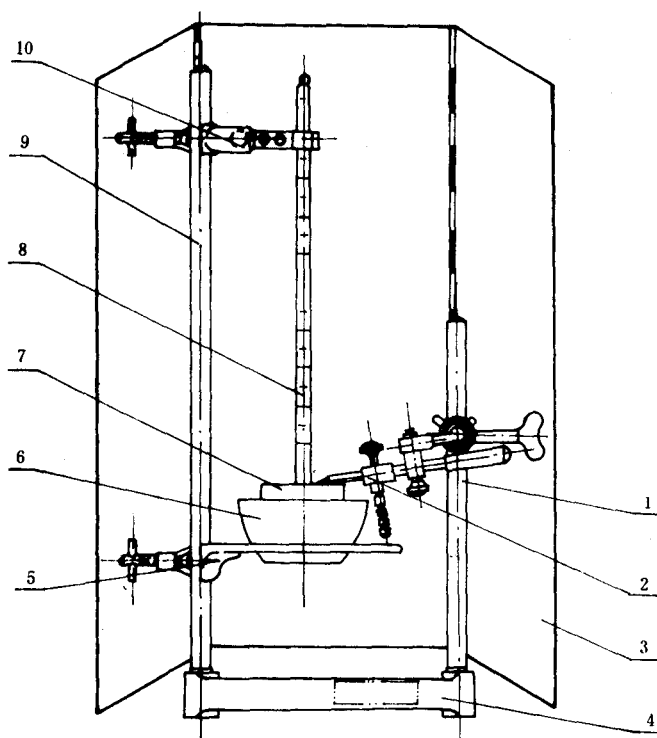

图 1
3.1 本仪器可采用煤气灯、酒精喷灯或适当的电炉加热,其结构见图 1。